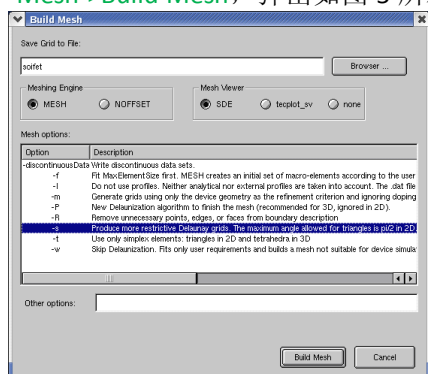

图 5
1、**Mesh->Build Mesh**，弹出如图 5 所示的对话框。